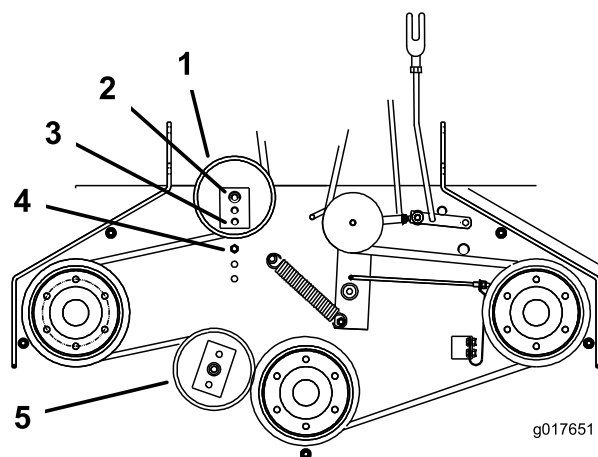

Figure 46
6. S'il n'est plus possible de régler le tendeur et que la courroie est encore détendue, il faut alors repositionner la poulie de tension arrière dans le trou central ou avant (Figure 46). Utilisez le trou qui donnera le réglage correct.
7. Lorsque vous déplacez la poulie de tension, vous devez déplacer le guide de courroie. Placez le guide de courroie à la position avant (Figure 46).